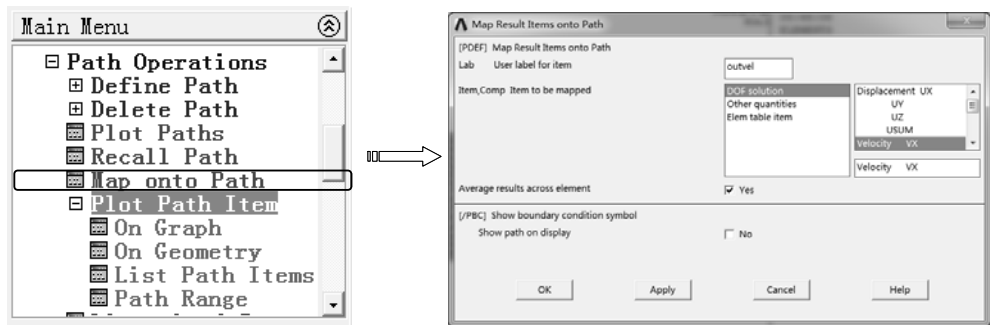

图 10-41 映射路径数据
5) 选择“Main Menu>General Postproc>Path Operations>Map onto Path”命令，弹出“Map Result Items onto Path”对话框，在“User label for item”文本框中输入“outvel”，选择要映射的结果项“DOF solution>Velocity VX”，单击“OK”按钮完成，如图 10-41 所示。